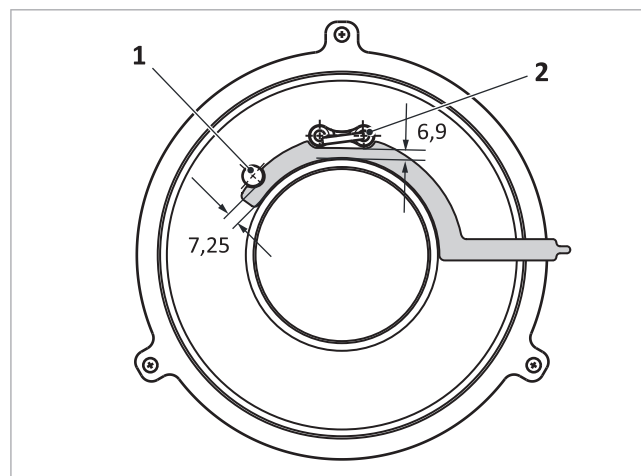

Fig. 113: Distanze degli elettrodi di accensione e di ionizzazione dal vello del bruciatore
- elettrodo di ionizzazione → fig. 113 (1): 7,25 mm
- elettrodo di accensione → fig. 113 (2): 6,9 mm